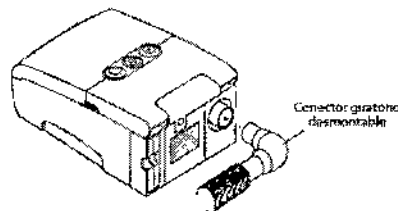

FIGURA 3-2 CONEXION DEL TUBO FLEXIBLE
1. Conecte el tubo flexible a la salida de aire de la parte posterior del dispositivo, como se muestra en la figura 3-2. Puede utilizar el conector giratorio desmontable opcional que se suministra con el dispositivo y que ya está conectado al tubo (ilustrado en la figura 3-2), o bien puede desconectar el conector giratorio y conectar el tubo directamente a la salida de aire.